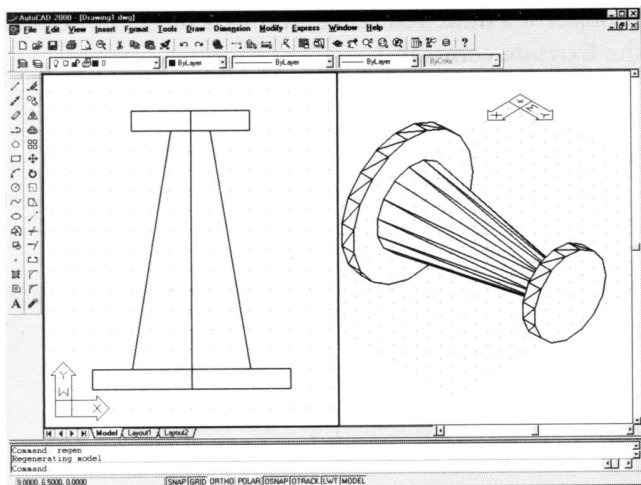

图35-9 生成一个旋转体实体
3) 再次使用 VPoint 命令在 3D 中观察对象 (见图 35-9)。